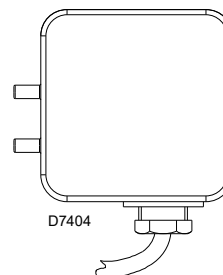

Fig. 24
- Regolare il pressostato aria (Fig. 24) ad inizio scala.
Eeguire la regolazione del pressostato aria (Fig. 24) dopo aver effettuato tutte le altre regolazioni del bruciatore con il pressostato aria regolato a inizio scala.